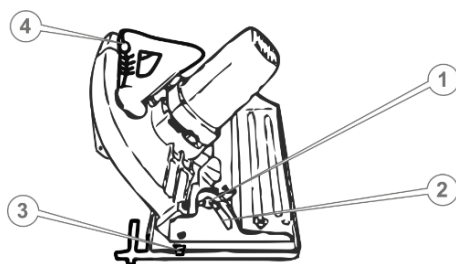

Рисунок 4. Регулювання кута різу
1. Встановити пилу на рівній чистій поверхні верстата у положення, як на рис. 4.
2. Послабити смушкову гайку (1, рис. 4) механізму регулювання кута різь.
3. Акуратно нахилити корпус пили відносно бази та встановити необхідний кут різь (у межах від 0 до 45 градусів), використовуючи градуйовану шкалу (2, рис. 4).
4. Надійно затягнути гайку (1, рис. 4) механізму регулювання кута різь.
1. викрутити притискний гвинт (1, рис. 4);
2. розташувати паралельну напрямну (3, рис. 4) у пазах металевої бази (2, рис. 4) та затиснути гвинт.